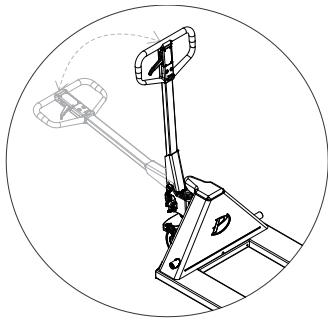

Figura 6 – Bombeamento.
*Antes del montaje, identificar los 7 elementos de la ilustración al lado (figura 6):*
- Alavanca montada (1) / *Palanca Montada*
- Eixo da alavanca (3) / *Eje de la Palanca*
- Parafuso (5) / *Tornillo*
- Porca (6) / *Puerca*
- Chassi com bomba hidráulica (7) / *Chasis com Bomba Hidráulica*
- Se na ação de bombeamento (abaixar e levantar a alavanca, figura 6), os garfos subirem enquanto estiver na posição **NEUTRO**, aperte a porca de ajuste (figura 5), girando no sentido horário até quando o garfo parar de subir, e a posição **NEUTRO** funcionar corretamente.
- a) Si en la acción de bombeo (bajar y levantar la palanca, figura 6), las horquillas suben mientras está en la posición **NEUTRO**, apriete la tuerca de ajuste (figura 5), girando en el sentido de las agujas del reloj hasta que la horquilla deje de subir, y La posición **NEUTRO** funciona correctamente.